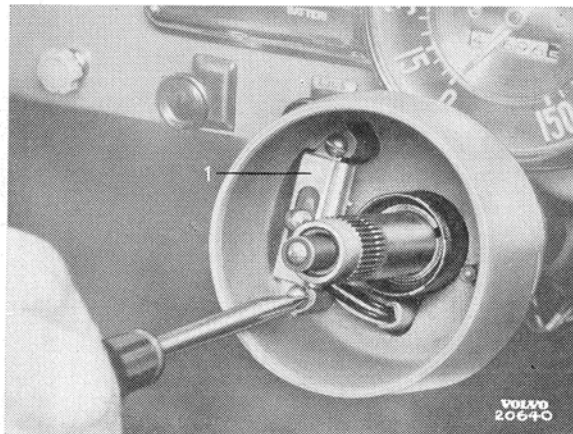

Bild 28.
3. Tag bort de två skruvar som håller omkopplaren (1 bild 28) vid huset.